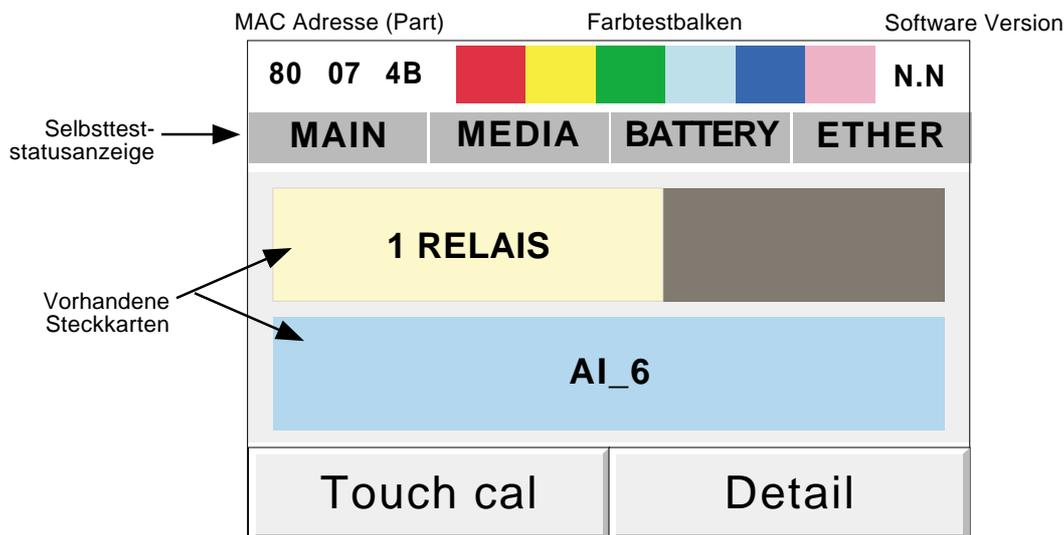
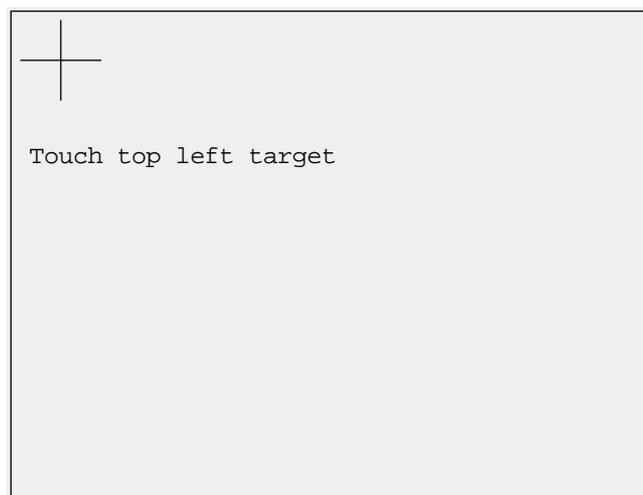

Abbildung B1 Diagnose Anzeige
Abbildung B2 Kalibrieranzeige
1. Halten Sie bei Start des Schreibers einen Finger konstant auf dem Bildschirm, bis (nach circa 30 Sekunden) die in Abbildung B1 gezeigt Diagnosesseite erscheint. Öffnen Sie mit der Taste Touch cal die erste Kalibrierseite (Abbildung B2\*)